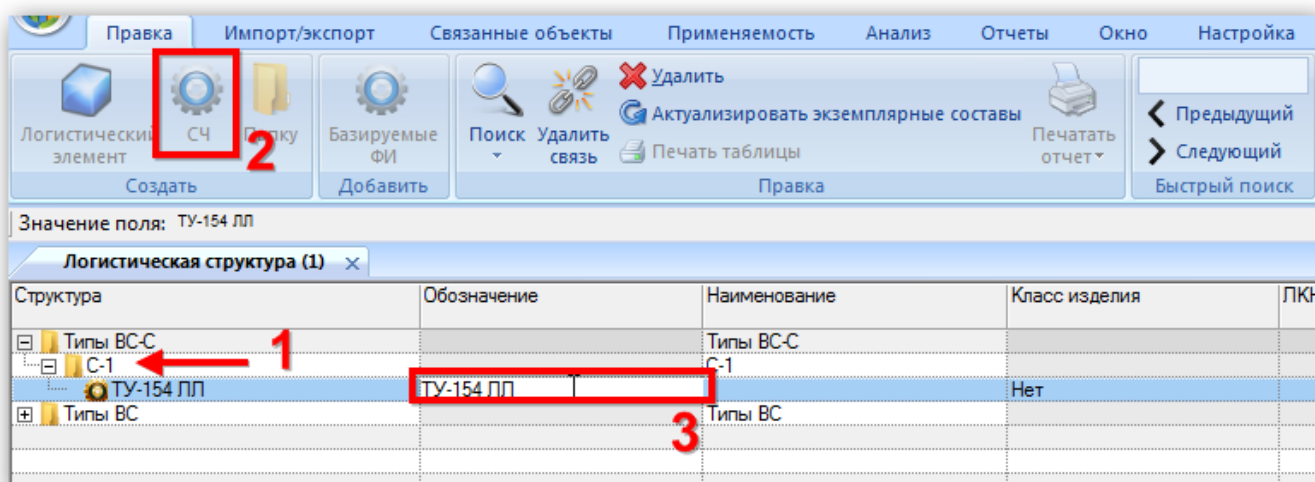

Рис. 10-11 – Создайте компонент в папке
б) Для создания компонента выбрать папку и нажать кнопку «СЧ» панели «Создать» (1 и 2 на рис. 10-11).
7) Ввести «Обозначение» для компонента (3 на рис. 10-11). В дереве объектов компоненты отмечены пиктограммой.